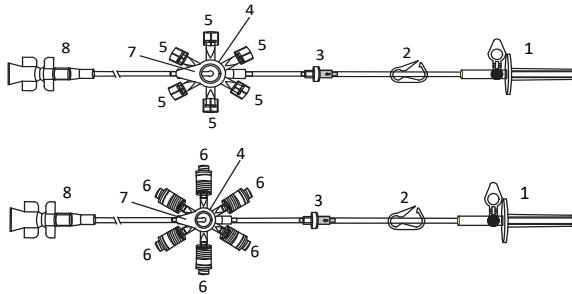

Rys. 1. Zalewanie komory kroplowej
8. Odkręć kapturek portu z kolcem (8).
10. Wprowadź zestaw infuzyjny o pełnej długości do portu z kolcem (8) adaptera zestawu infuzyjnego RondelO.
11. Otwórz zacisk (2) na adapterze zestawu infuzyjnego RondelO.
12. Przytrzymaj komorę kroplową przechyloną do góry nogami i umieść ją na tym samym poziomie co RondelO, otwórz zacisk rolkowy zestawu infuzyjnego i napełnij komorę kroplową, jak pokazano na (rys. 1.).